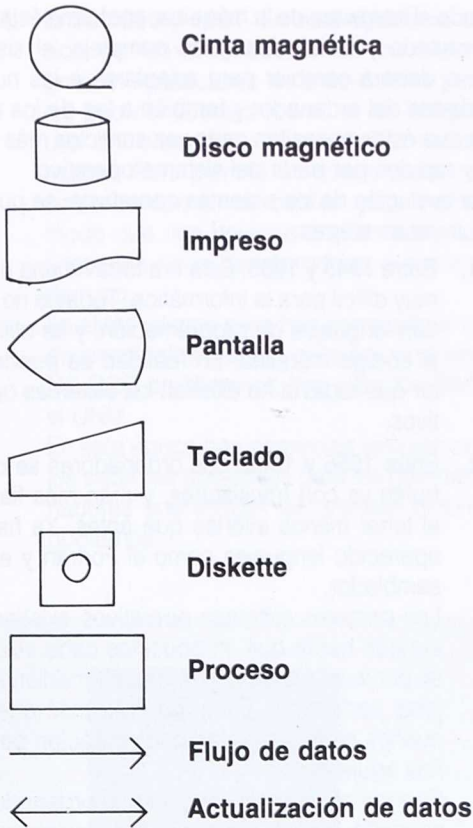

Figura 4. Símbolos de un diagrama de proceso.
Los símbolos utilizados son los mostrados en la figura 4.
1. Lo que tiene pensado hacer lo tiene que transformar en una serie de símbolos (ver figura 4) en los que además debe escribir lo que realizan.